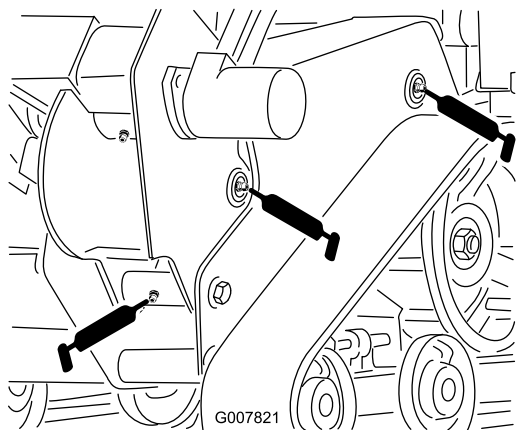
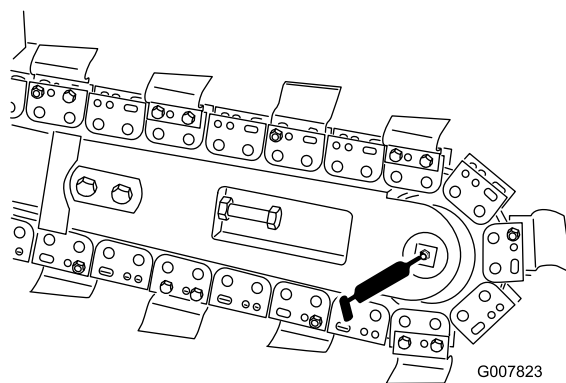

Figura 22
Figura 24
4. Conectai un pistol de lubrifiere la fiecare fitting (Figura 22 - Figura 24).